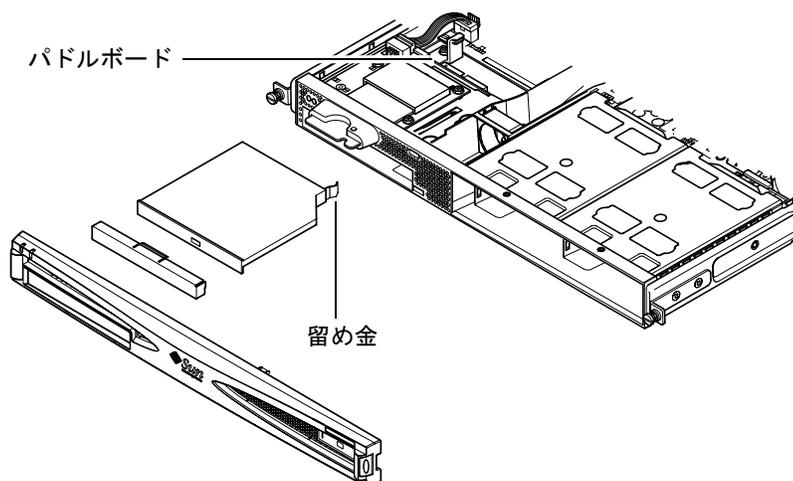

図 4-5 内蔵 DVD または CD-ROM ドライブの取り付け
5. DVD または CD-ROM ドライブをシャーシにゆっくりと差し込みます (図 4-5 を参照)。
カチッという音がして、DVD または CD-ROM ドライブ背面の留め金がシャーシに掛かったことを確認します。ドライブのコネクタが、シャーシのドライブ格納装置背面のパドルボードのコネクタとかみ合うようにして、ドライブを押し込みます (図 4-5 を参照)。DVD または CD-ROM ドライブをしっかりと装着するために、パドルボードの黒い IDE コネクタの部分を支える必要がある場合もあります。